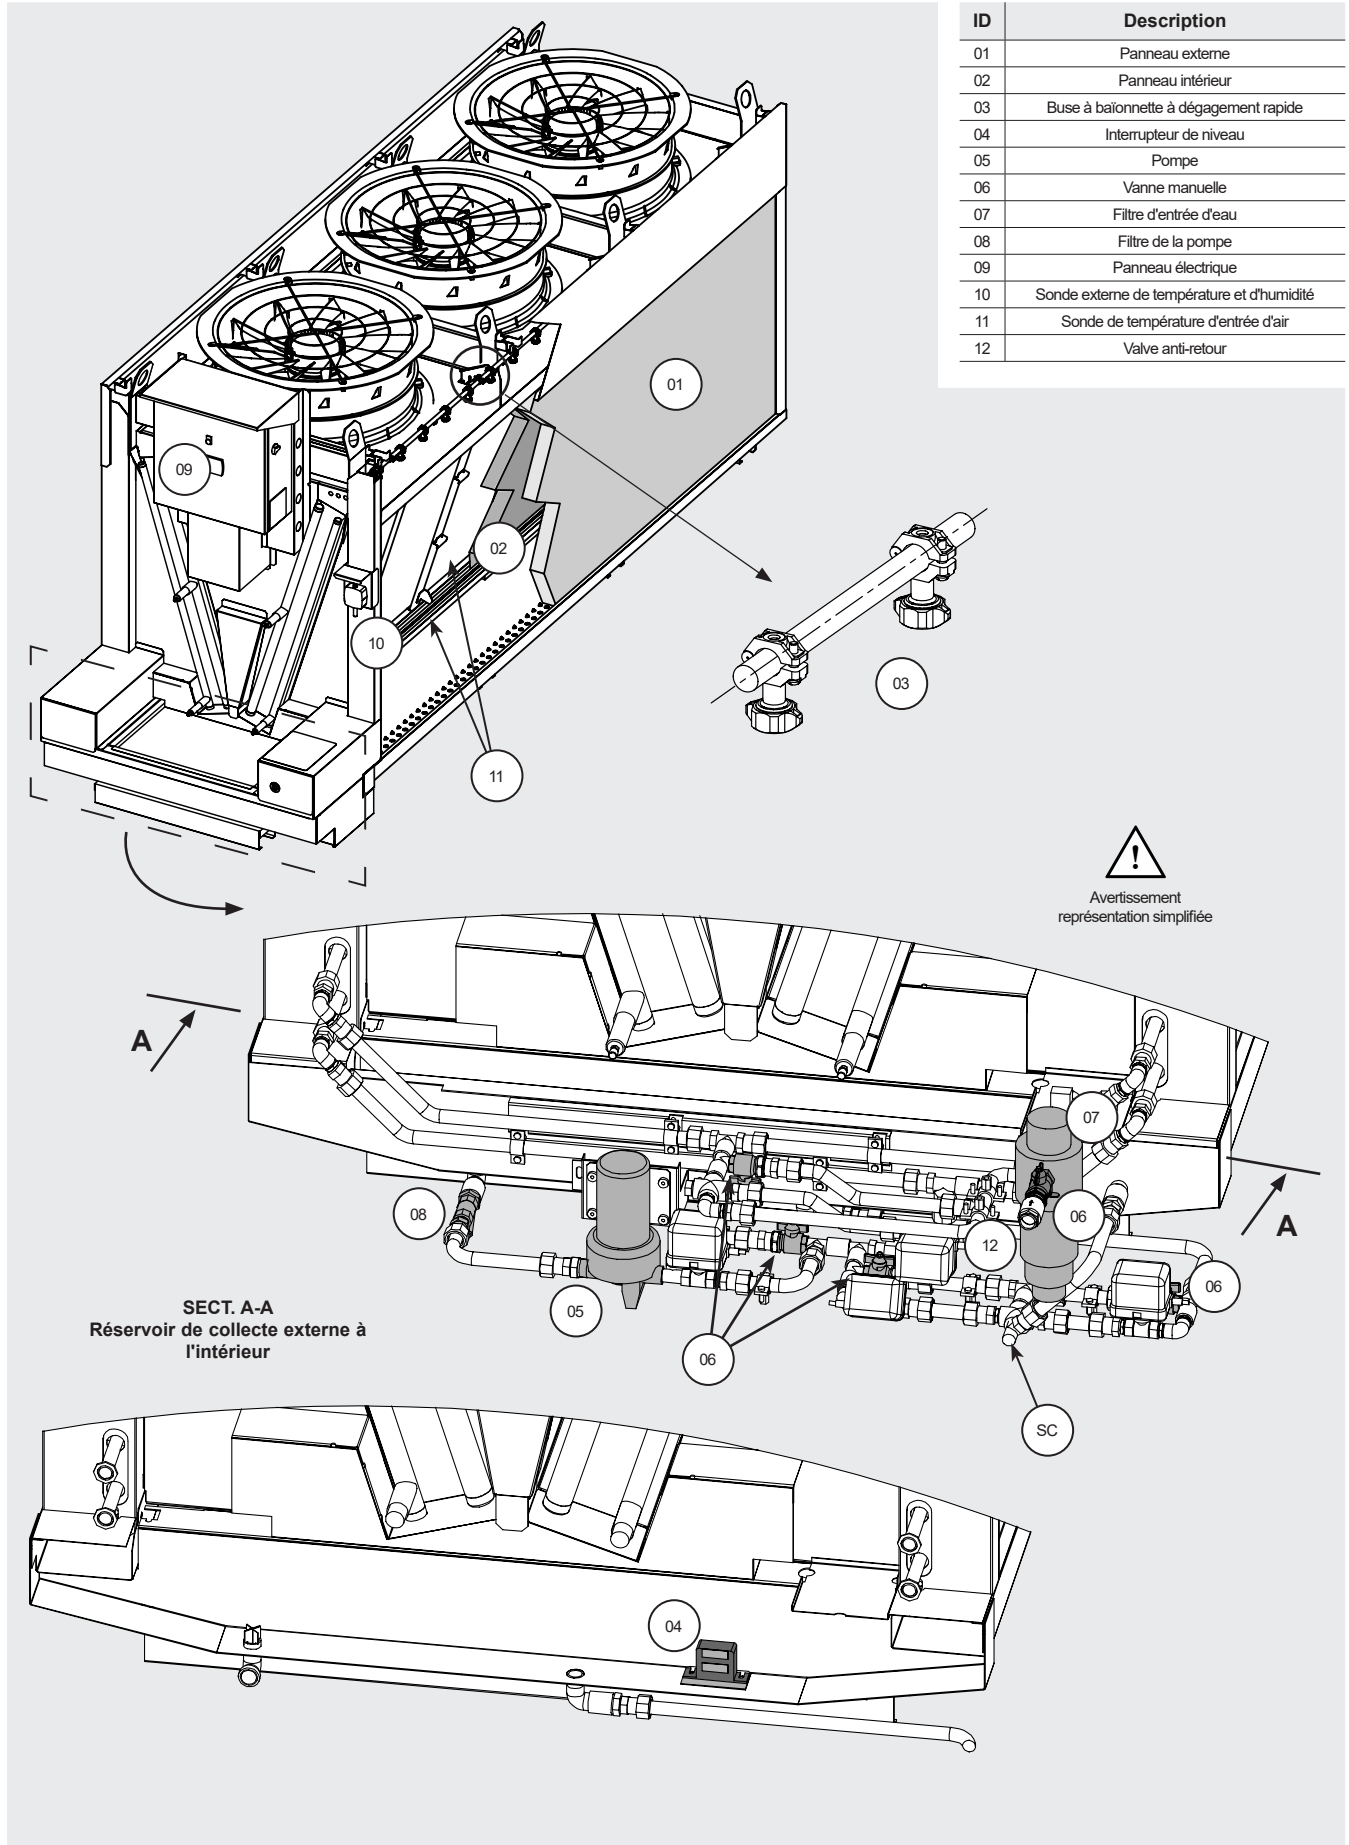

Figure 1
- 2.9.1 Liste des composants : voir la Figure 1.